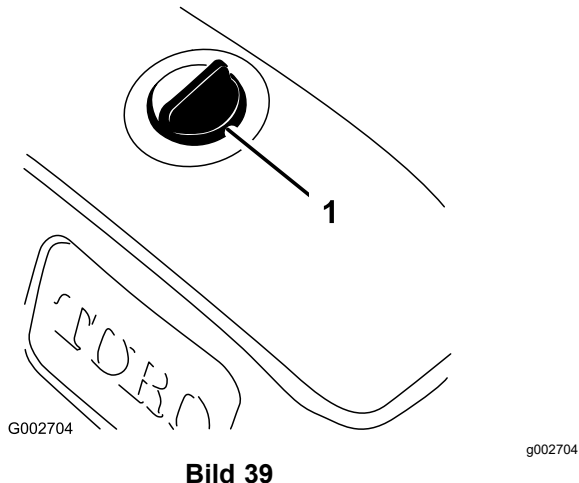

Bild 39
3. Reinigen Sie den Bereich um den Deckel des Hydraulikbehälters, damit keine Rückstände in den Behälter gelangen (Bild 39).